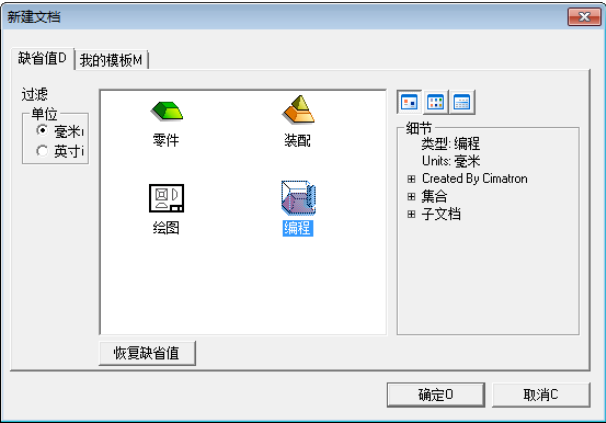

图 3-2 “新建文档”对话框
1) 启动 Cimatron E9.0。启动 Cimatron E9.0, 选择下拉菜单“文件”→“新建文件”命令, 弹出“新建文档”对话框, 选择类型为“编程”, 单位为“毫米”, 如图 3-2 所示。单击“确定”按钮, 进入编程界面。